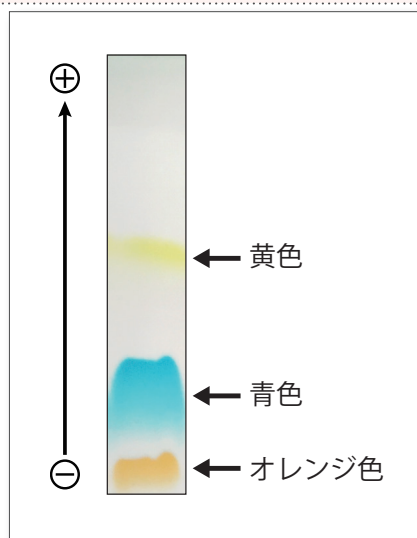

図 8. マーカー泳動例
- 10 マーカーの先頭（黄色）が半分を過ぎたくらいで通電を終了し（図 8）、泳動槽から親水性ポリマーコーティング PVDF 膜を外します。目安は 30 分です。泳動時間が長すぎると電気泳動の進みと反対側からの蒸散流がぶつかり、泳動像が乱れる原因になります。